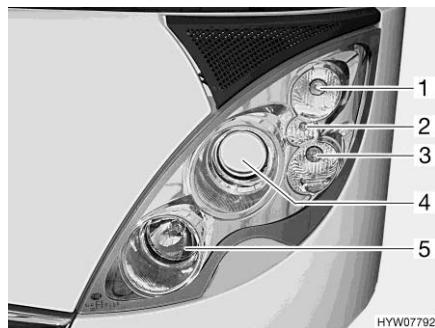
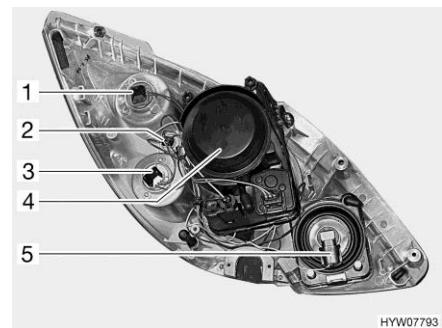

Fig. 198 Faro anteriore (lato anteriore)
Fig. 199 Faro anteriore (lato posteriore)
Indicatore di direzione (Fig. 198,1 e Fig. 199,1)
Luce di posizione (Fig. 198,2 e Fig. 199,2)
Luce diurna (Fig. 198,3 e Fig. 199,3)
(Fig. 198,4 e Fig. 199,4)**
**Abbagliante (Fig. 198,5 e
| Pos. nella Fig. 198 | Illuminazione esterna | Tipo di lampada ad incandescenza |